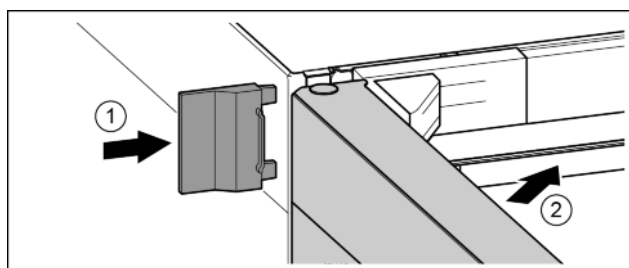

Fig. 20
- ▶ Надвинуть внешнюю крышку. Fig. 20 (1)
- ▶ Закрывать верхнюю дверь. Fig. 20 (2)